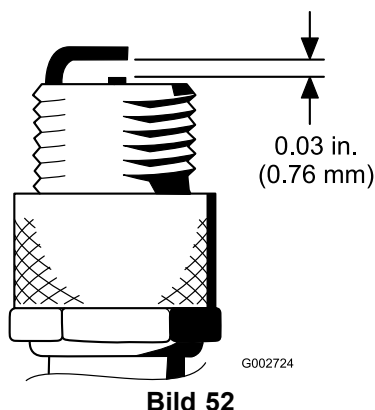

Bild 52
4. Stellen Sie den Abstand zwischen der Mittel- und der Masselektrode auf 0,76 mm ein (Bild 52).